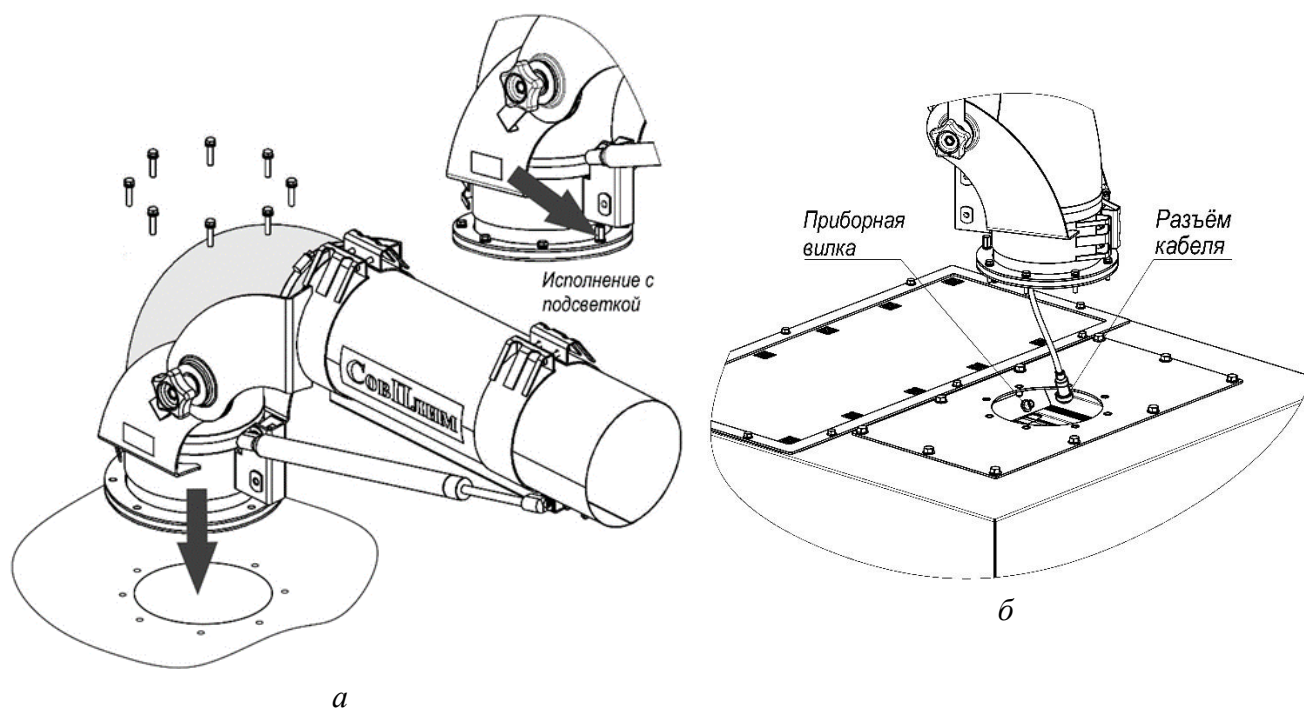

Рисунок 8
5.4.2 Выкрутить болты М6, установленные на фланце опоры поворотной. Установить внутреннюю трубу устройства на оборудование, совместив опру поворотную с отверстием диаметром 162 мм. Закрепить фланец опоры поворотной при помощи болтов М6, обращая внимание на расположение болта с увеличенной головкой для устройств с подсветкой (рисунок 8а). Для крепления устройств с подсветкой на передвижных фильтрах производства АО «СовПлим» предварительно подсоединить разъём кабеля электропитания (рисунок 8б).